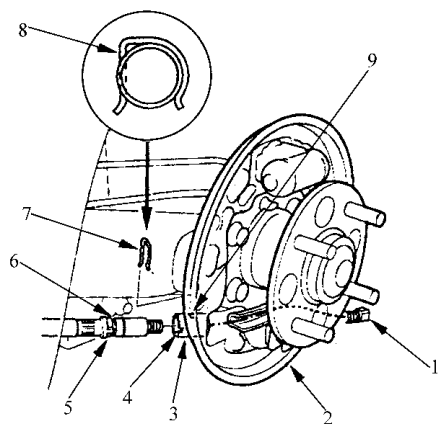

图 8-59 断开驻车制动拉线
4) 拆卸制动蹄，如图 8-59 所示，将驻车制动拉线从制动蹄的驻车制动杆上断开，从背垫板的背面，将拉线固定夹从拉线插入位置处卸下。
① 千万不要过度弯曲或扭曲拉线。
② 将驻车拉线支架的凸块与背垫板插入位置的切口对齐。
③ 插入拉线支架，直到槽与背垫板插入位置的切口对齐。
④ 将固定夹的直端插入拉线插入位置的切口，来安装拉线固定夹，并牢牢地固定驻车拉线支架。